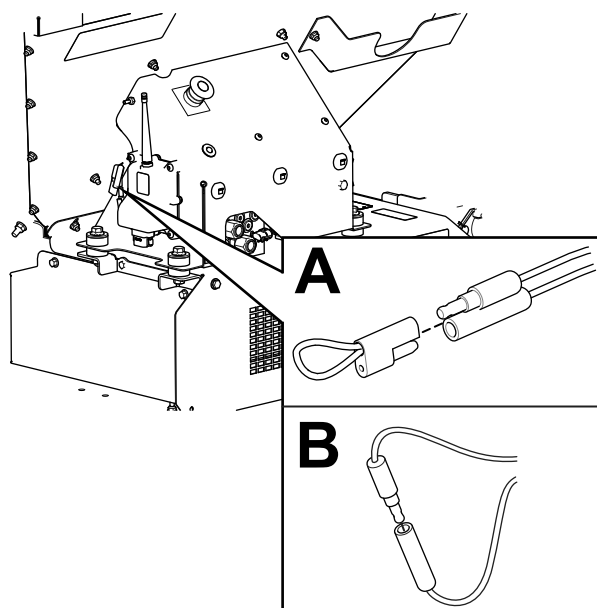

Figure 59
3. Branchez ensemble les prises shunt de diagnostic (Figure 59, B).
- Débranchez les prises shunt de diagnostic (Figure 59, B).
- Poussez le bouchon captif sur les 2 prises shunt de diagnostic (Figure 59, A).